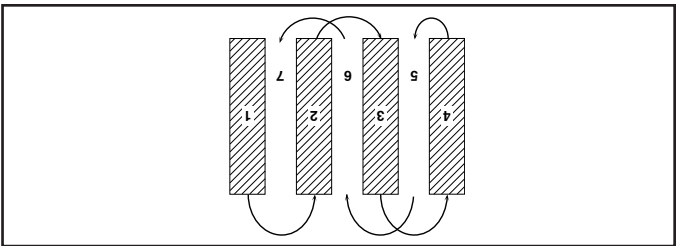

Fig. 14
- Vous trouverez le labourage beaucoup plus facile si vous laissez un sillon non bêché entre les passes. En ce temps-là, le retourer entre le rang de labourage (Voir la Fig. 14). Il y a deux raisons pour faire ceci. Premièrement, des virages larges sont beaucoup plus faciles à prendre que faire des demi-tours. Deuxièmement, la motobineuse ne vous entrainera pas vers le rang bêché qui est le plus proche.